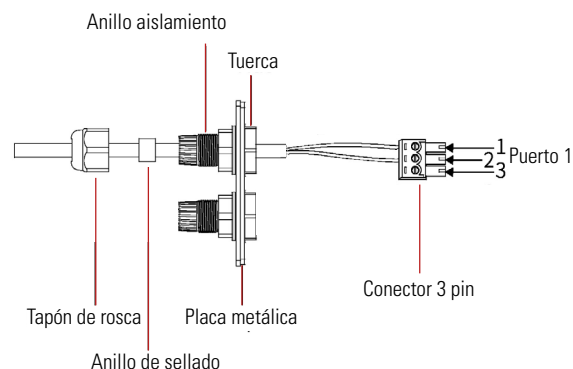

Fig. 35. Proceso de conexión al terminal.
2. Pase el cable a través del orificio y conéctelo al terminal en el siguiente orden: tapón de rosca, anillo de sellado, aislante, placa de metal, tuerca y conector de 3/6 pines, tal como se muestra en la Fig. 35 :